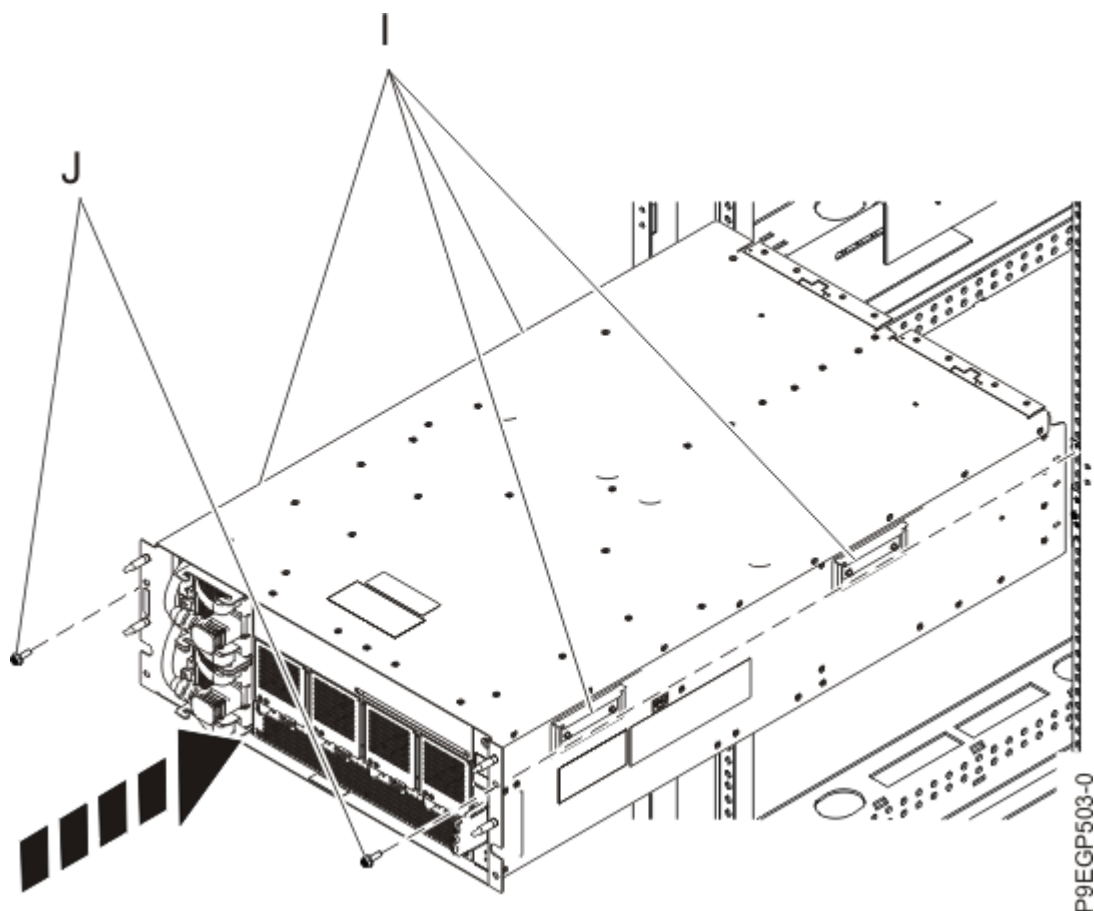

Figura 9. Instalación del cajón en un bastidor
- a) Con tres personas, haga que dos de ellas levanten las cuatro asas **(I)**, tal como se muestra en la Figura 9 en la página 12 y que la tercera se coloque delante del cajón para hacer de guía. Levante del cajón y colóquelo sobre la parte frontal de los rieles.